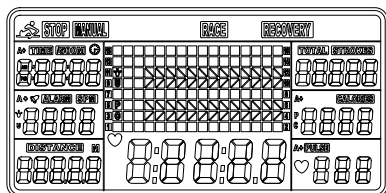

Fig. 1
1. Sätt i 2 st. AA-batterier i mätaren (medföljer). Mätaren piper i 2 sekunder (fig. 1).